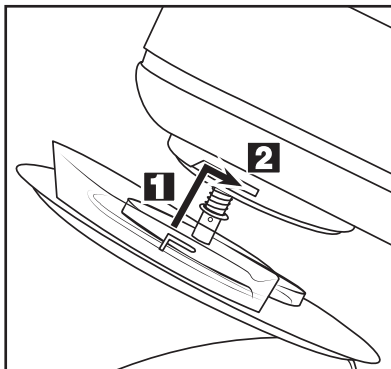

Abb. 1: Montage des Spritzschutzes **9**
- Schieben Sie den Spritzschutz **9** so von unten auf den Schwenkarm **1**, dass die Arretierungen am Spritzschutz **9** in die Schienen am Schwenkarm **1** greifen (Abb. 1 / **1**). Der Pfeil am Spritzschutz **9** muss auf das Symbol  am Schwenkarm **1** weisen:
- Zum Verriegeln drehen Sie den Spritzschutz **9** in Pfeilrichtung zum Symbol , so dass die Arretierung einrastet und der Spritzschutz **9** fest sitzt (Abb.1 / **2**).